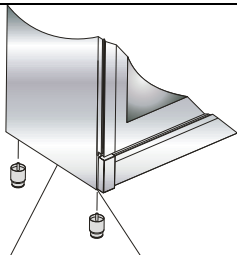

Figura 1
1. Como se muestra en la Figura 1, hay una barra para montar los pies en la parte inferior del horno. Las tuercas sobre estas barras se montan para atornillar los pies. (Figura 2) completar el proceso de instalación del pie, enroscando los pies a las tuercas. (Figura 3).